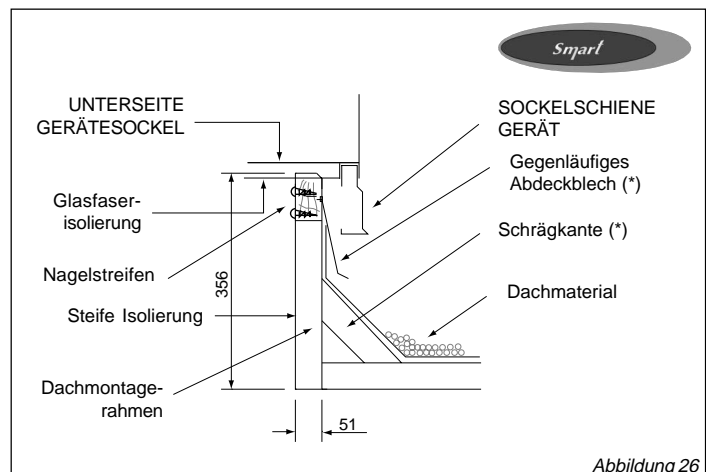

Abbildung 26
2. Gegenblech und Abdichten des Rahmens - siehe Abbildung 26.